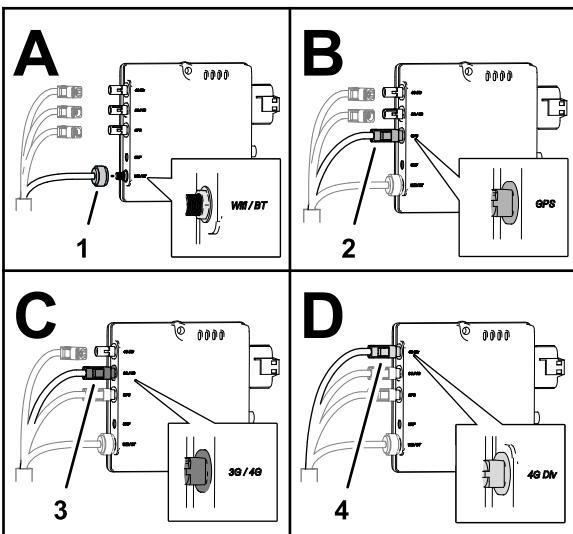

Рисунок 165
1. Вставьте коаксиальный разъем жгута проводов антенны модема с маркировкой WiFi в коаксиальный порт CL-55 модема с маркировкой WiFi/BT и затяните коаксиальный разъем (Рисунок 165).
2. Вставьте синий коаксиальный вставной разъем жгута проводов антенны модема с маркировкой GNSS в разъем CL-55 модема с маркировкой GPS до срабатывания защелки и надежной фиксации разъемов (Рисунок 165).
3. Вставьте фиолетовый коаксиальный вставной разъем жгута проводов антенны модема с маркировкой LTE-1 в разъем CL-55 модема с маркировкой 3G / 4G до срабатывания защелки и надежной фиксации разъемов (Рисунок 165).
4. **Только для модемов CDMA:** вставьте красный коаксиальный вставной разъем жгута проводов антенны модема с маркировкой LTE-2 в разъем CL-55 модема с маркировкой 4G DIV до срабатывания защелки и надежной фиксации разъемов (Рисунок 165).